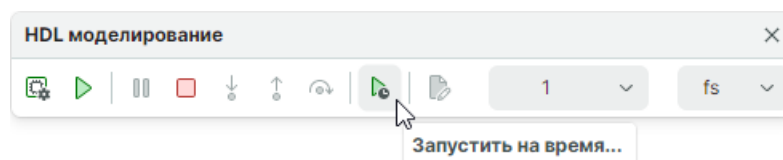

Рис. 26 Кнопка «Запустить на время...»
3. В панели инструментов «HDL моделирование» нажмите кнопку  для запуска моделирования, см. Рис. 26. Далее будет запущена симуляция.